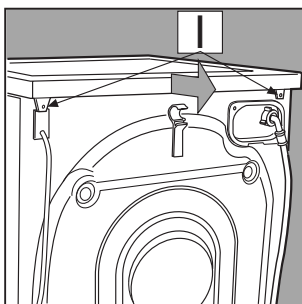

Fig. 3
2. Togli il top di copertura svitando le due viti I, e poi tiralo verso di te [fig. 3].